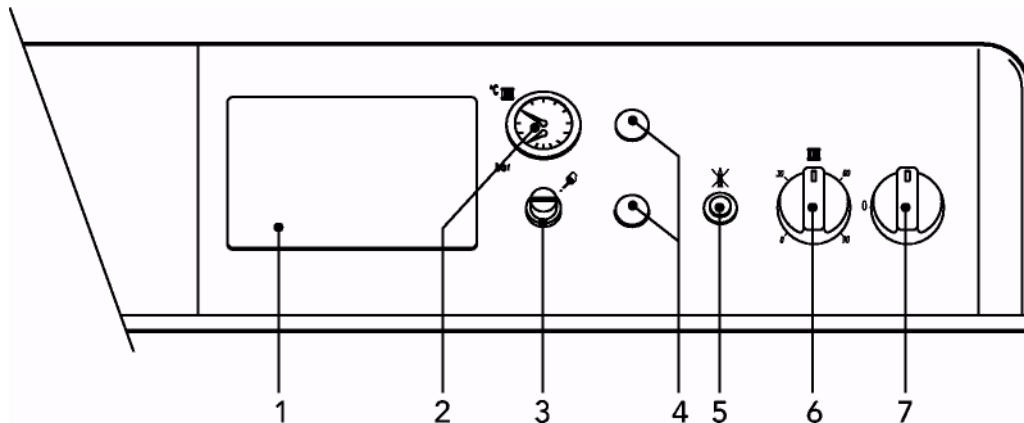

рис. 1
- Приведите переключатель котла "8" в положение 1 (рис. 1).
- Если котел снабжен центральным электронным термостатом, установленным в положение 1 на рис. 1, пользователь должен также следовать инструкциям, предоставленным производителем этого термостата.
При повороте рукоятки 7 на рис. 1 по часовой стрелке, температура воды для нагрева увеличивается, а при повороте против часовой стрелки уменьшается. Температура может варьироваться от минимальной 30° до максимальной 90°. Однако мы рекомендуем не задавать при работе котла температуру ниже 45°.
Задайте при помощи термостата среды нужную вам температуру в помещениях. По команде термостата среды котел начнет работать, и вода в оборудовании будет нагрета до температуры, заданной термостатом регулировки котла 7 на рис. 1. По достижении нужной температуры в помещениях, генератор отключается.
Давление подачи в холодное оборудование, отмечаемое водомером котла пункт 2 на рис.1, должно составлять около 1,0 бар. Если во время работы котла давление в оборудовании падает (из-за испарения растворенных в воде газов) до значений ниже указанного минимума, пользователь должен довести его до первоначального значения при помощи вентиля подачи. По окончании операции нужно обязательно закрыть вентиль подачи воды.